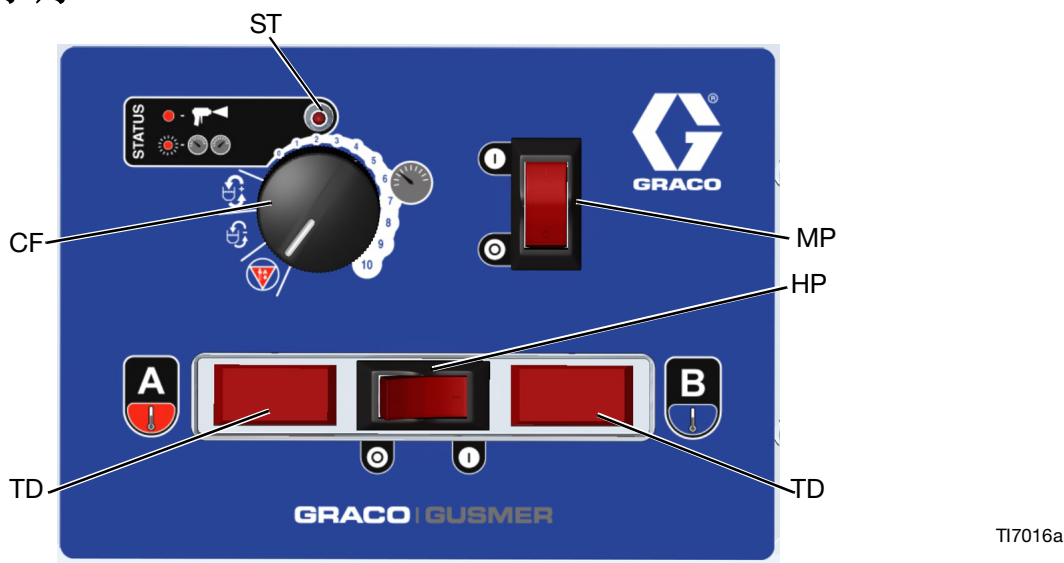

图 3 控制装置和指示灯（所示为加热型设备）
- J 控制面板；见图 图 3，第 14 页
- J 控制面板：见图 图 3，第 14 页
参见图 3。流体温度传感器（U）对送入喷枪的 A 组份和 B 组份流体的实际温度进行监视。仅加热型设备提供。